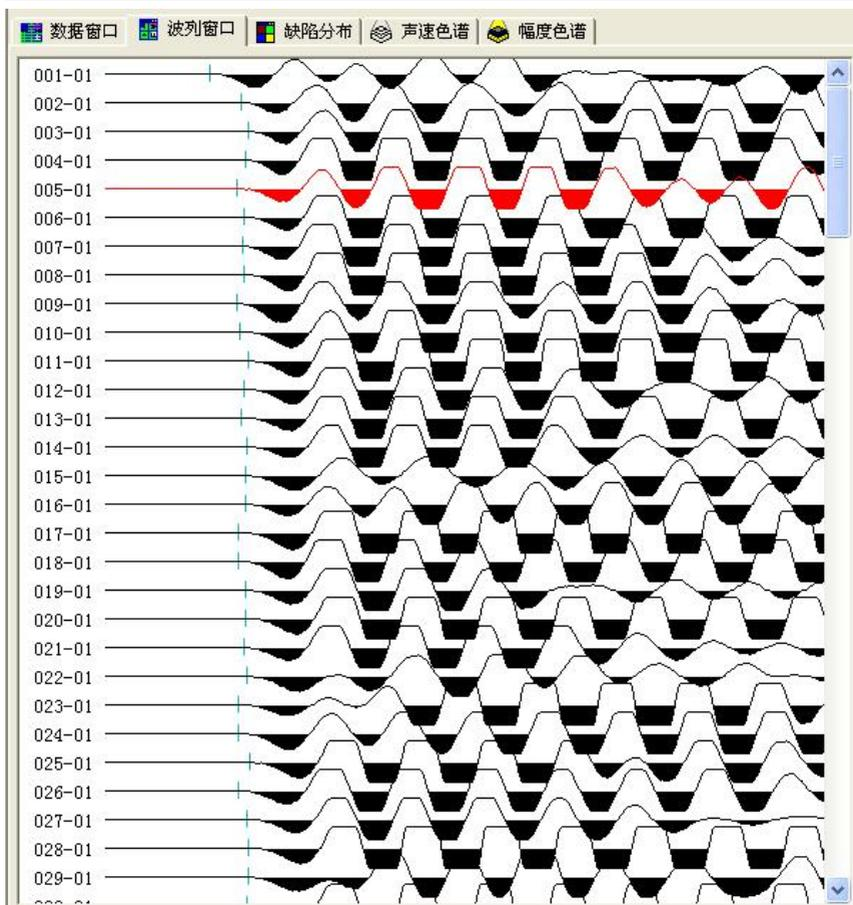

图 10.18 波列窗口
A. 波列窗口。用于显示当前检测面的波列及各个波形对应的深度。当鼠标在波列窗口中滑动时，经过某一波形时该波形颜色变成蓝色，且鼠标变成手形，表示此波形处于可选状态，此时如果单击鼠标左键，则该波形颜色变成红色，表示该波形被选中，同时该波形显示在单波分析窗口中并可以对该波形进行分析 (如图 10.18)。